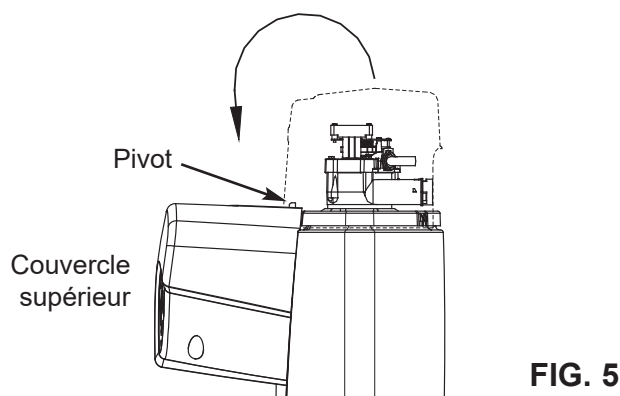

FIG. 5
Installez une soupape de dérivation simple (incluse), de la manière illustrée à la figure 4, ou, si telle est votre préférence, le système de dérivation à trois robinets (pièces non incluses) en vous reportant à la figure 5. Les robinets de dérivation vous permettent de couper l'eau alimentant le système de filtration central de l'eau, au besoin, pour effectuer des travaux d'entretien tout en continuant d'avoir de l'eau dans les tuyaux.
3. Suspendre le couvercle sur le pivot et le placer sur le rebord de façade, telle qu'illustrée à la Figure 5. Évitez que le couvercle soit suspendu par les fils.